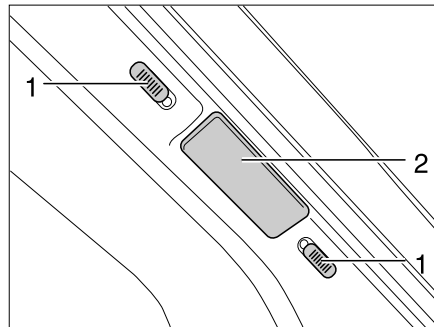
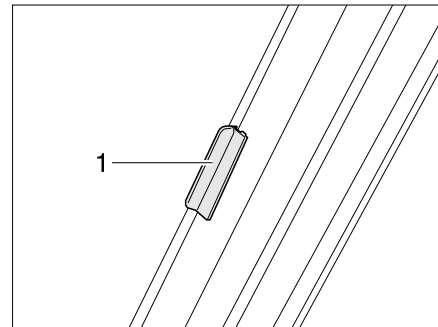

Fig. 29 Dispositif de verrouillage pour dispositif occultant plissé pare-brise
Fig. 30 Verrouillage dispositif occultant plissé pare-brise (modèle I)
- Pousser les deux moitiés du dispositif occultant plissé pour le pare-brise par la poignée (Fig. 29,2 et Fig. 30,1) à fond vers l'extérieur.
- Pousser les boutons de verrouillage (Fig. 29,1) vers le bas ou vers le haut. Si le point rouge est visible, le dispositif de verrouillage est ouvert.